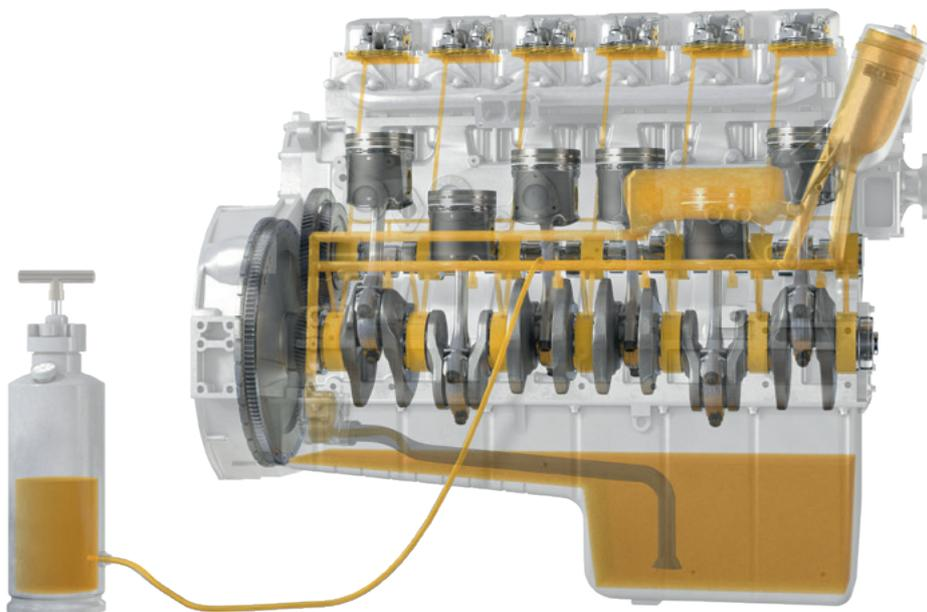

Fig. 1:
1. Com a ajuda de um recipiente de pressão, o óleo previsto para o motor é bombeado para dentro do motor através de uma conexão roscada no sistema de pressão do óleo (Fig. 1 e 2). Como pontos de conexão são adequados os bujões de